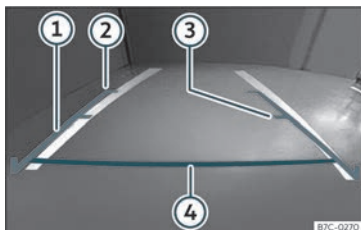

Fig. 193 Ecrã do sistema Infotainment: linhas de orientação.
- A carga do veículo modifica a representação das linhas de orientação»» Fig. 193. A largura que as mesmas representam, diminui com o nível de carga. Preste atenção ao espaço envolvente quando o interior ou a bagageira estiverem carregados.
»» Fig. 193